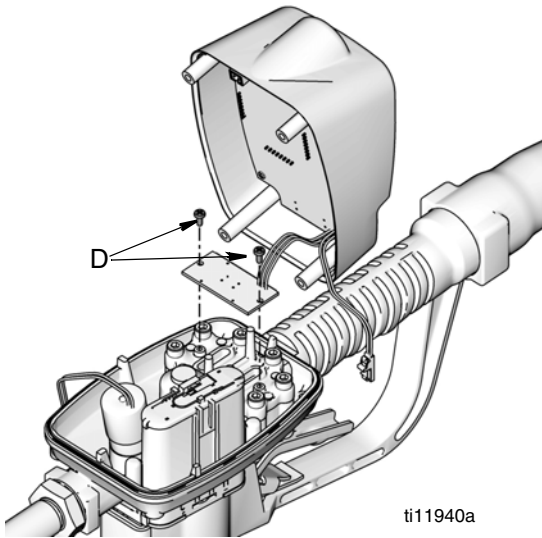

FIG. 34
6. Retire los dos tornillos (D) que sujetan la placa del interruptor de lámina a la placa de la tapa (FIG. 34). Conserve estos tornillos para volver a montar el conjunto. Retire el conjunto de la tapa.